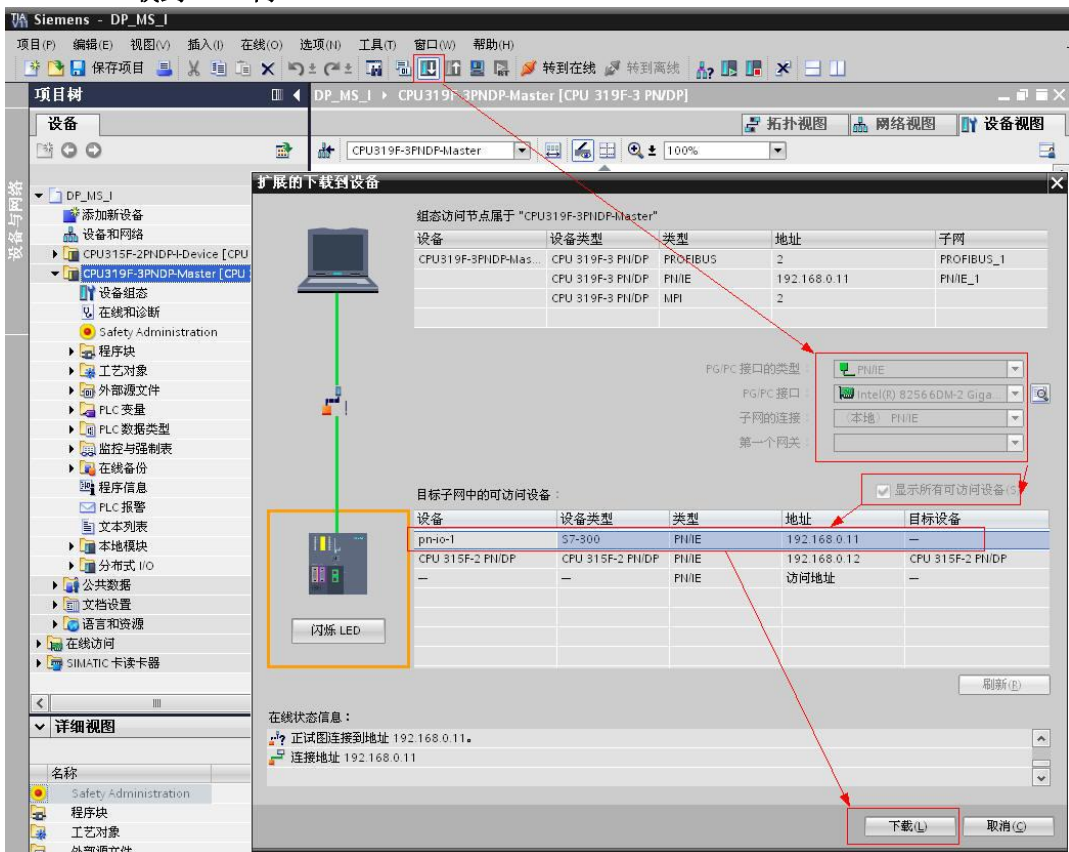

图 2-14 下载程序
13) 将编译没有错误的程序下载到 PLC 内，如图 2-14，以同样方法将所有站数据下载到 PLC 内